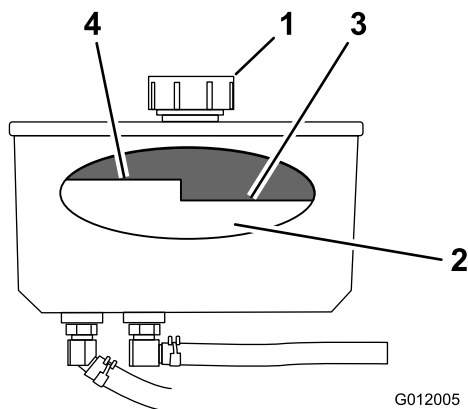

Figure 76
4. Nettoyez la surface autour du bouchon et du goulot de remplissage du réservoir hydraulique (Figure 76).
5. Retirez le bouchon du goulot de remplissage. Vérifiez le niveau d'huile à l'intérieur du réservoir (Figure 76).
**Remarque:** Lorsque l'huile est chaude, elle doit atteindre le haut du repère "à chaud" sur le déflecteur (Figure 76).